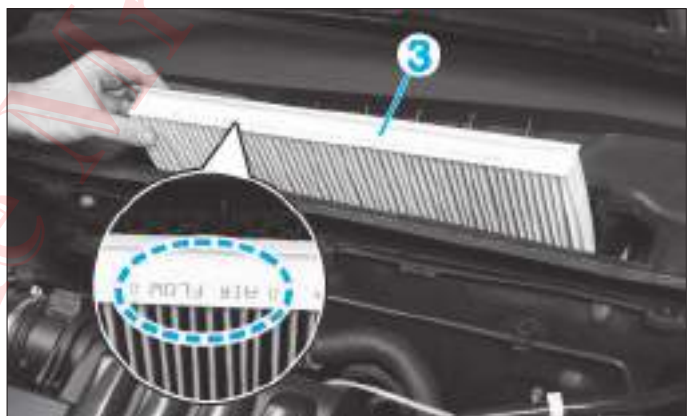

FIG. 9
- Sortir le filtre à air d'habitacle (3) de son boîtier (Fig.9).